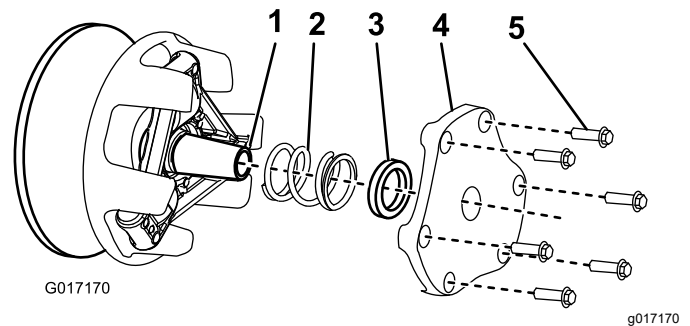

Figura 48
4. Aparte la tapa, el espaciador y el muelle (Figura 48).